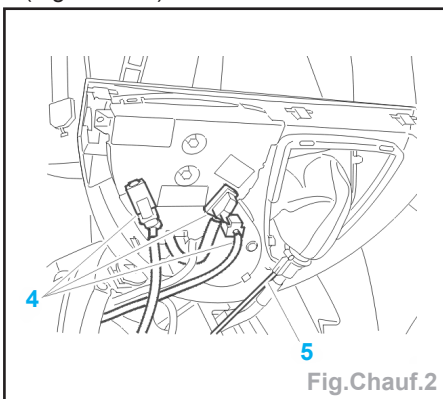

Fig.Chauf.2
- le soufflet de la commande de vitesses (2) en commençant par le bas,
- le support de la façade de climatisation (3) en tirant vers le haut.
- Dégrafer les connexions électriques (4) (Fig.Chauf.2).